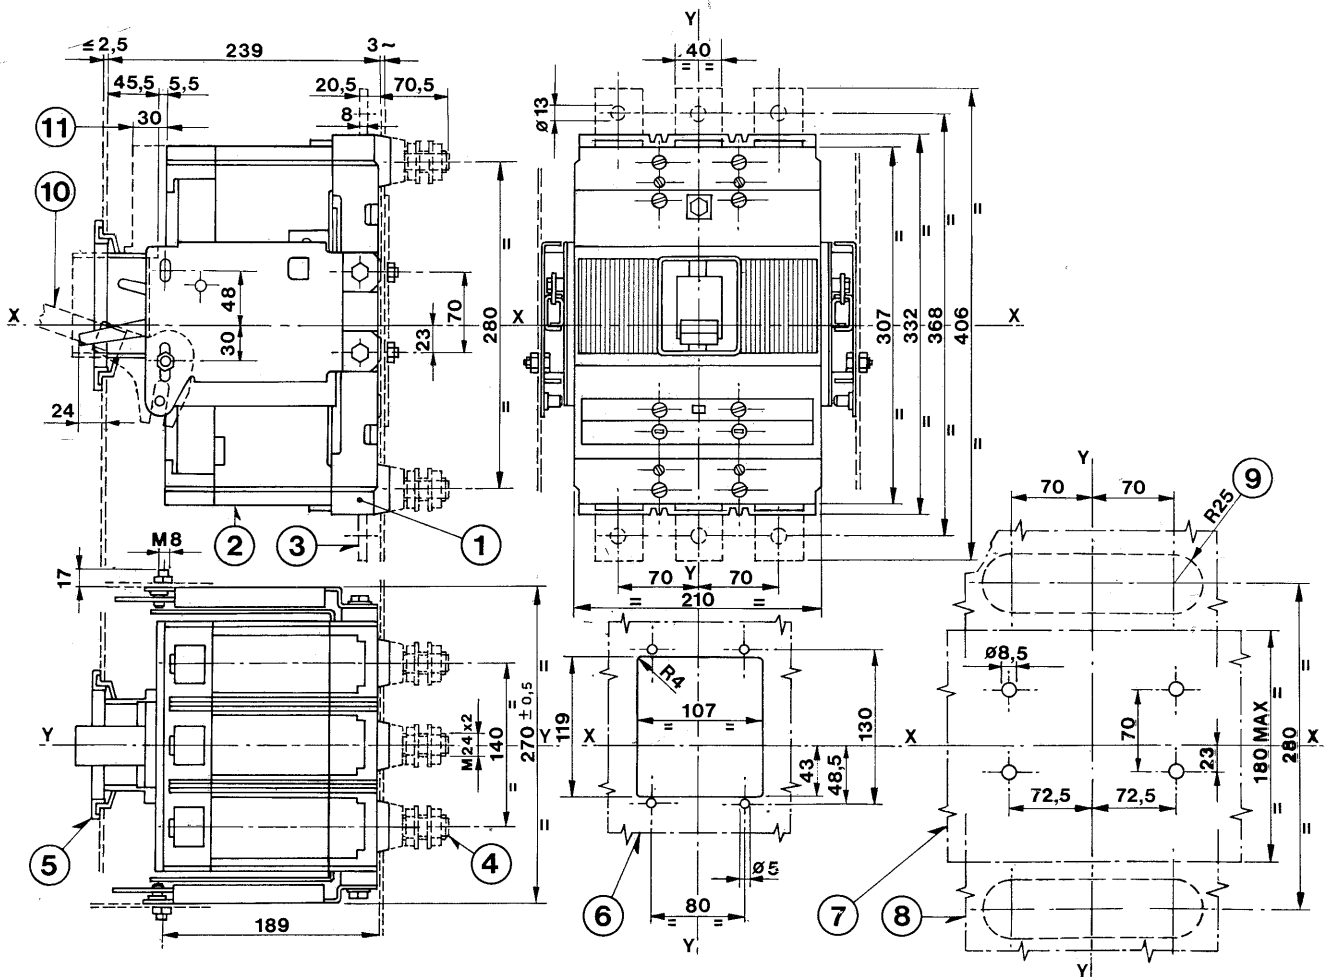

Fig. 4
**4.2.2.3. Interruttore sezionabile con attacchi anteriori o posteriori (fig. 4)**
**4.2.2.3. Draw-out breaker with front or rear terminals (fig. 4)**